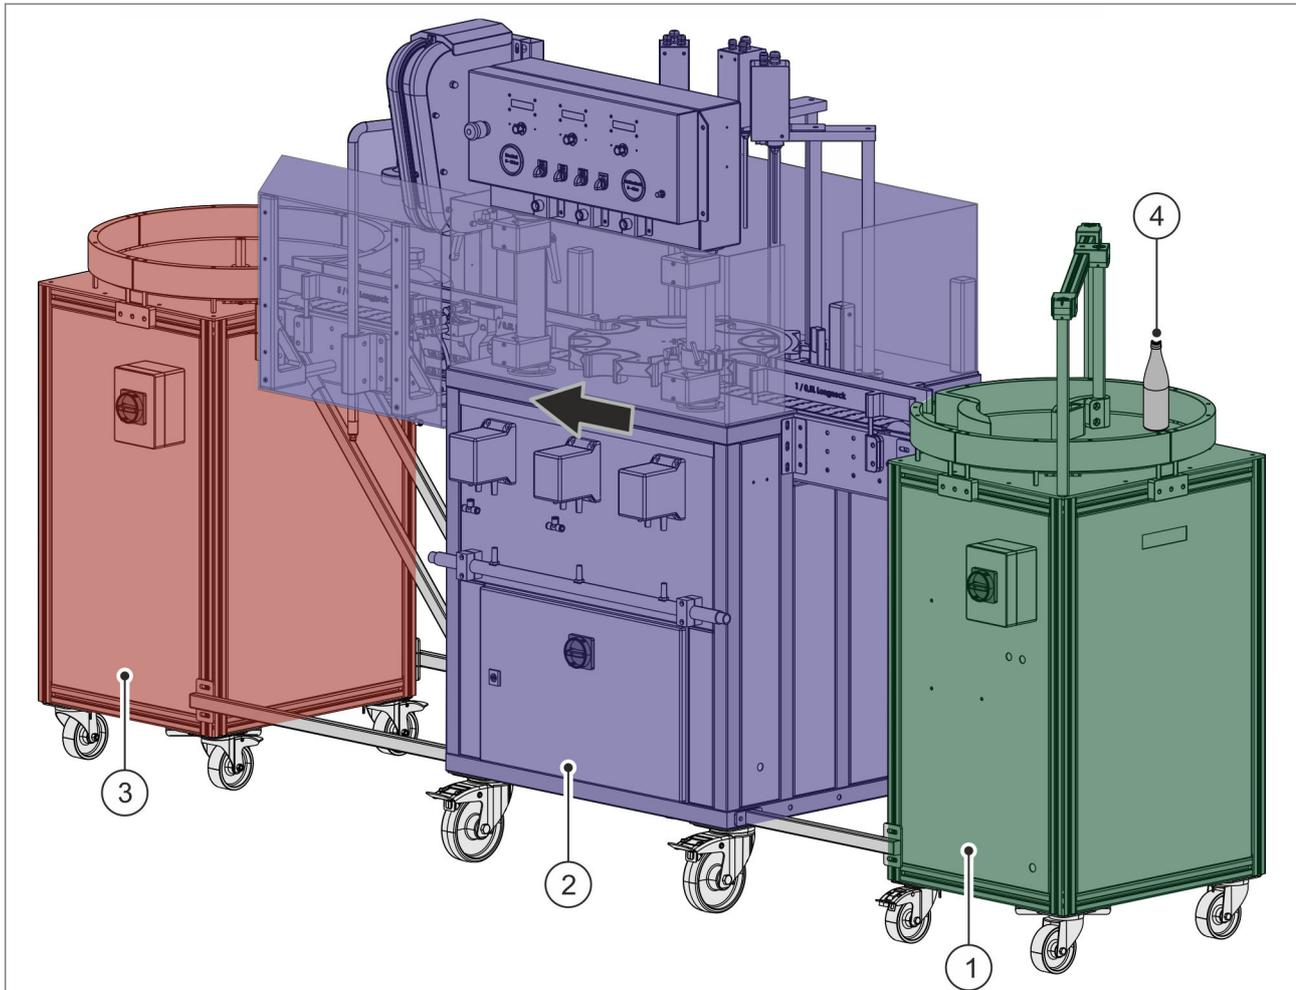

Abb. 1 Fillmaster AP
Auf dem Aufgabe-Rundtisch **Abb. 1** / ① werden leere Glasflaschen **Abb. 1** / ④ manuell aufgestellt und der Abfüllstation **Abb. 1** / ② zugeführt. Vom Abgabe-Rundtisch **Abb. 1** / ③ werden die befüllten und verkorkten Glasflaschen wieder manuell entnommen.